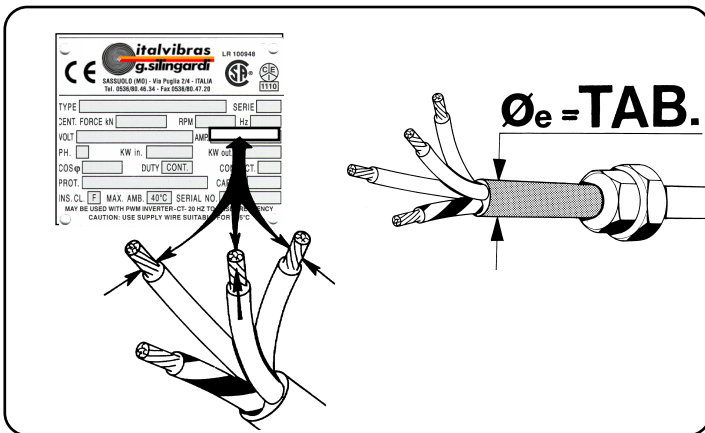

Fig. 11
3.2 ELEKTRISCHER ANSCHLUSS (Abb. 11)
3.2 COLLEGAMENTO ELETTRICO (Fig. 11)
3.2 ELECTRICAL CONNECTION (Fig. 11)
3.2 RACCORDEMENT ELECTRIQUE (Fig. 11)
3.2 CONEXION ELECTRICA (Fig. 11)